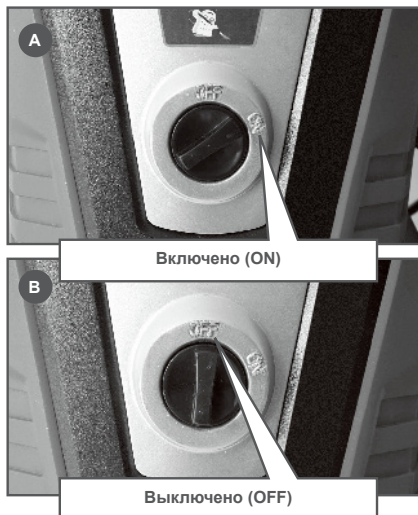

Рис. 9 Положение выключателя аппарата
4. Переведите выключатель аппарата в положение «ON» (Включено) (Рис. 9А). Электродвигатель включится на короткий промежуток времени и сразу выключится.
- Установите выключатель в положение «Выключено» (Рис. 9В).